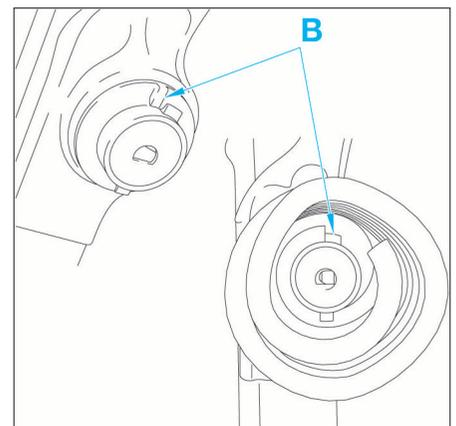

FIG. 29
- positionner la butée "B" de la coupelle supérieure du ressort de suspension vers l'avant du véhicule (Fig.29).